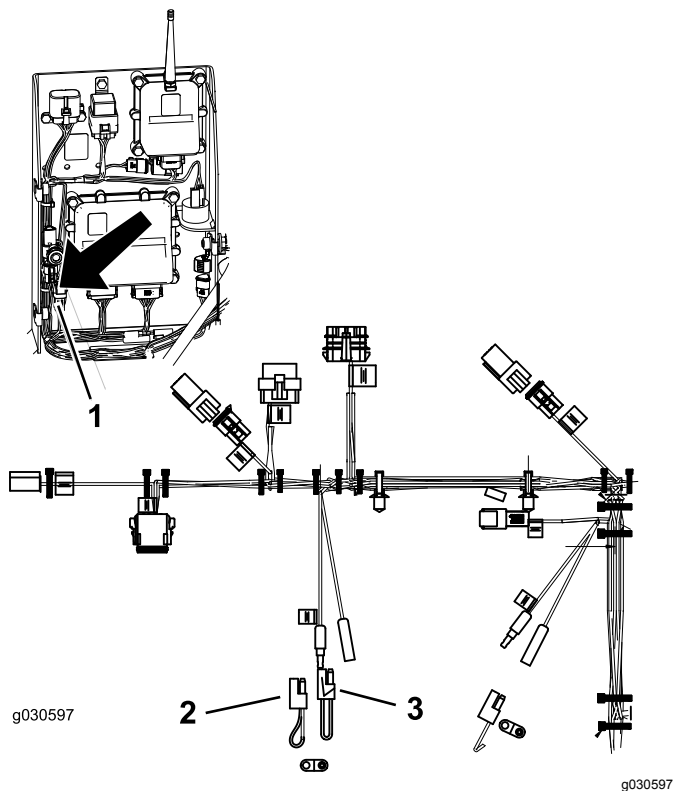

Figura 31
2. Desconecte los dos cables del conector indicado en Figura 31.